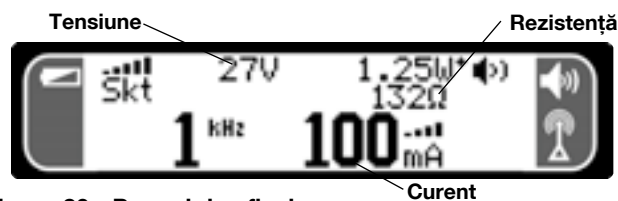

Figura 20 - Panoul de afișaj
Verificați rezistența (Ω - Ohmi), voltajul (V) și curentul (mA) afișate pe ecran (Consultați Figura 20). Valorile afișate sunt aproximative. În general, cu cât valoarea exprimată în Ohmi (rezistența totală) este mai mică, cu atât mai eficient poate fi adăugat curentul. O rezistență totală mai mică indică un circuit eficient și necesită mai puțin voltaj pentru inducerea unui semnal în linie.